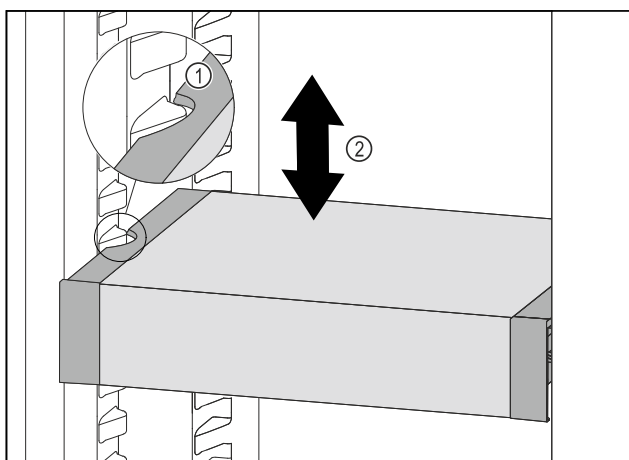

Fig. 194
- Tërhiqni VarioSafe për nga përpara, derisa foletë anësore të VarioSafe të jenë në lartësinë e brinjëve të kutisë në pjesën e ftohjes. Fig. 194 (1)
- Lëvizni VarioSafe për lart ose për poshtë në pjesën e ftohjes, derisa të arrihet lartësia që dëshironi. Fig. 194 (2)